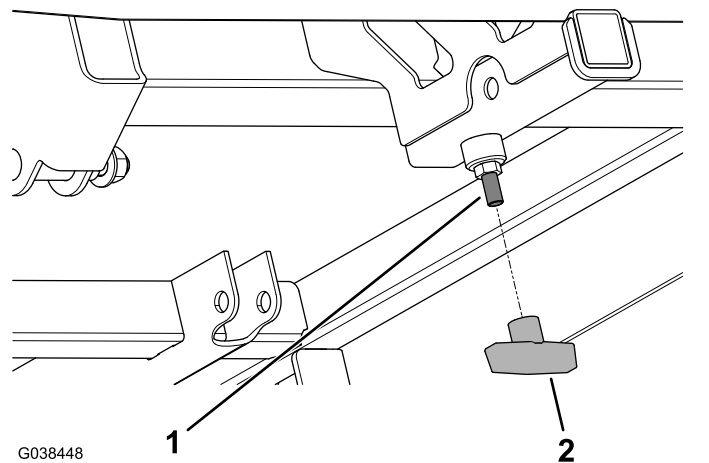

Figure 9
7. Placez la poignée en T sur la vis à tête ronde (Figure 9).